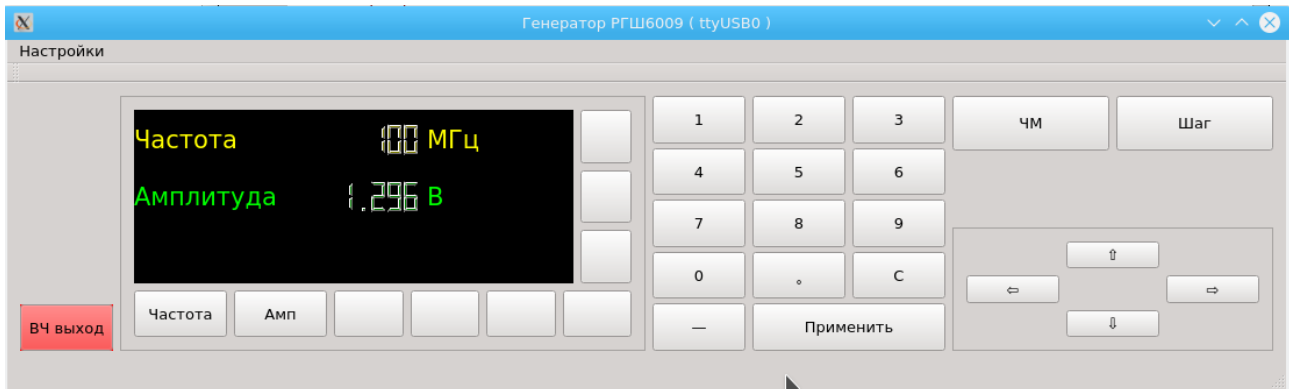

Рис. 2. Идентификация генератора.
1. Режим гармонического колебания. Установлен по умолчанию, включается при отжатии кнопок «ЧМ» и «Шаг» (Рис. 2). Имеет два параметра частота и амплитуда.